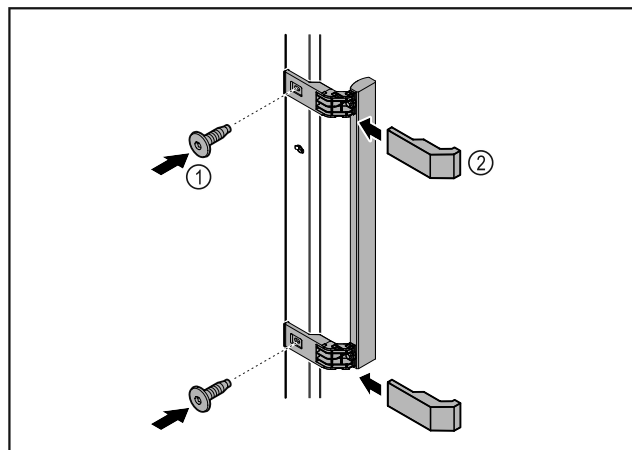

Fig. 6
- ▶ Plasser håndtaket som fulgte med, på døren med de vedlagte skruene Fig. 6 (1).
- ▶ Sett på dekslet Fig. 6 (2).